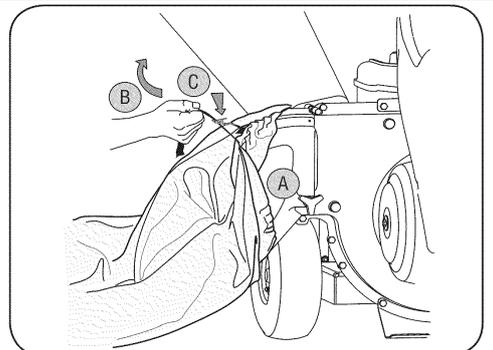

Рис.8
3. Зафиксируйте мешок в нужном положении (смотри рисунок 8)